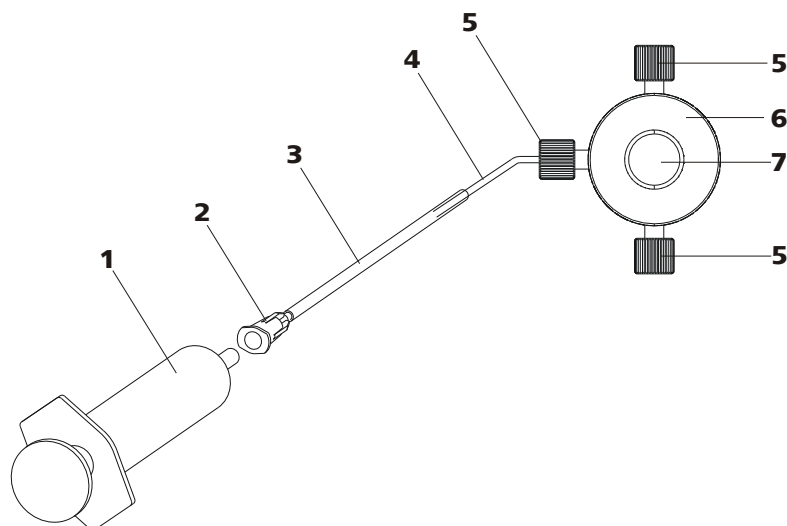

图23 给高压泵排气
高压泵的排气可按以下步骤进行（参见图 23，第 42 页）：
- 将注射器(23-1)插入排气插管的 Luer 式接头(23-2) (参见图 23, 第 42 页)。